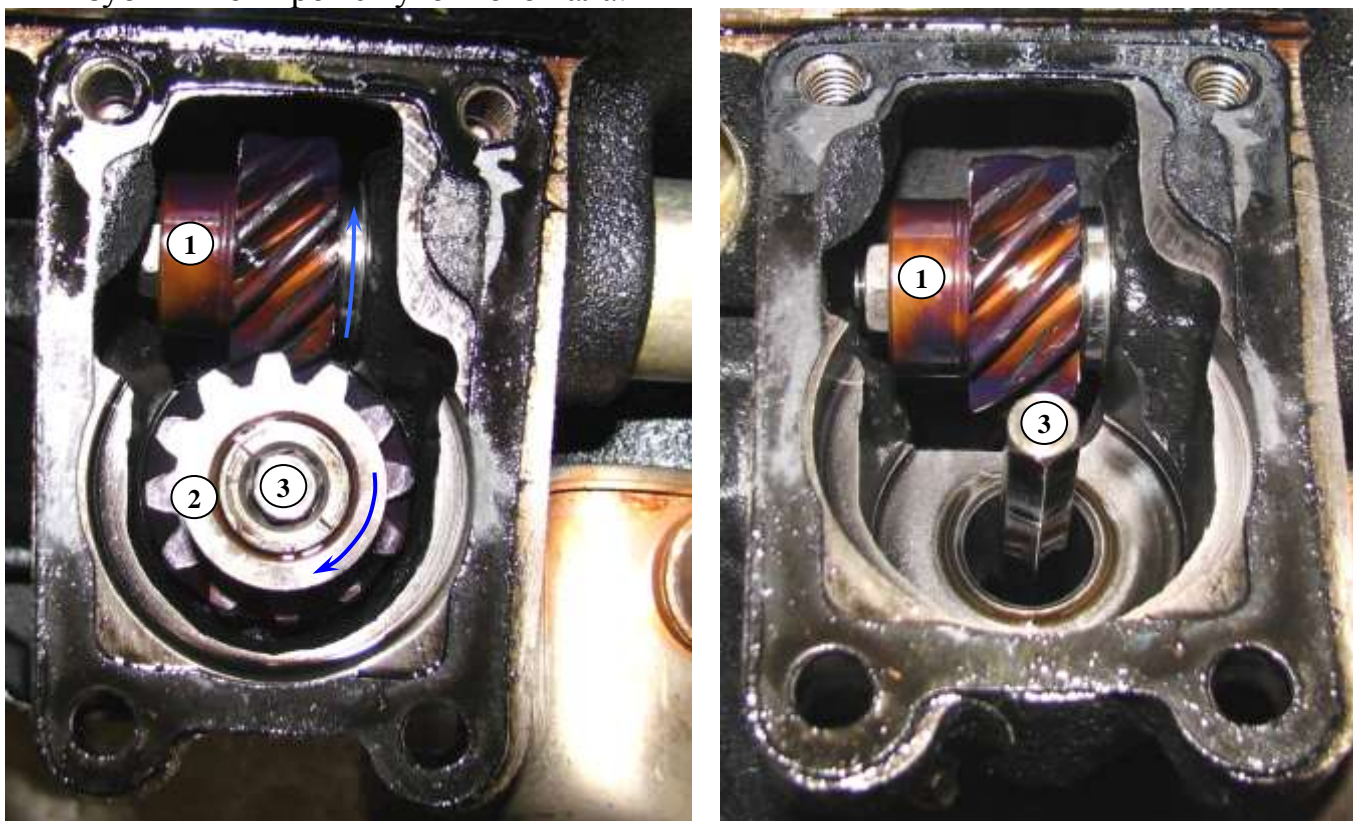

Рис. 35. Шестерни привода масляного насоса:
**Привод масляного насоса (рис. 35)** – осуществляется парой шестерен с винтовыми зубьями от промежуточного вала.